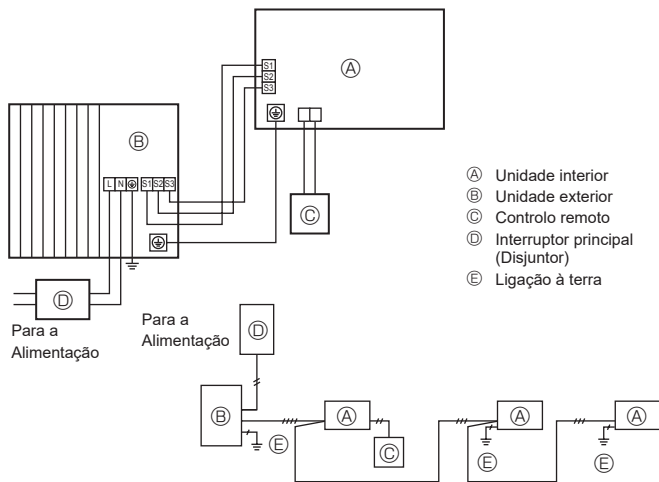
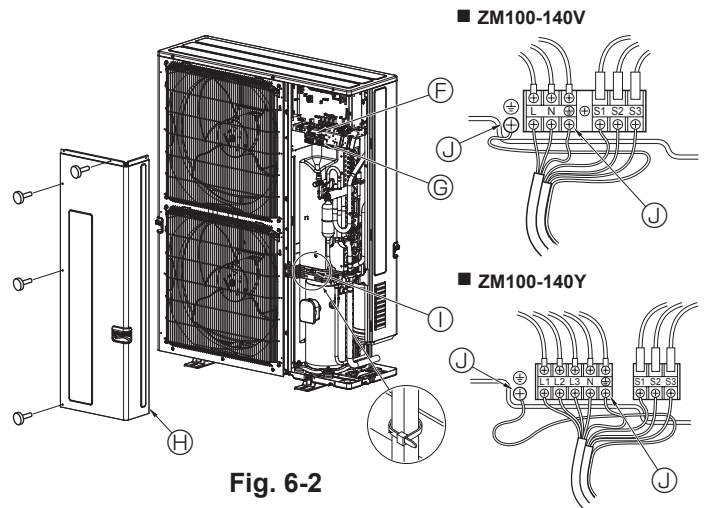

Fig. 6-1
Fig. 6-2
### 6.1. Unidade exterior (Fig. 6-1, Fig. 6-2)
- ① Remova o painel de manutenção.
- ② Ligue os cabos consultando a Fig. 6-1 e a Fig. 6-2.